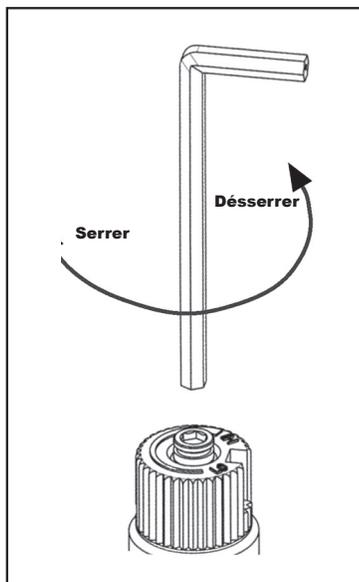

Figure 14: Retrait vis de soupape.
- b) Insérez un de 5/32 "ou 4 mm clé Allen dans la clavette hexagonale de la vis (voir figure 14), tourner dans le sens antihoraire jusqu'à ce qu'il soit libre et l'extraire.
- e) aide de la clé Allen comme le montre la figure 14, tourner la vis dans le sens horaire jusqu'à ce qu'un couple de 9 pouces lbs. ATTENTION! Ne pas trop serrer la vis. Il est recommandé que vous saisissez la clé par le côté court.